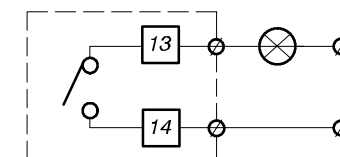

Fig. 9
Separar ao máximo os excêntricos dos micro-interruptores e, utilizando a manivela, situar a porta a uns 15 cm. do solo. Fazer girar lentamente o excêntrico superior [Fig. 9 (5)] até que se dispare o micro-interruptor. Fixar este excêntrico apertando o parafuso do mesmo e acabar de fechar a porta com o accionador verificando se pára no ponto desejado. Se não é assim, ir ensaiando o excêntrico até à sua posição ideal.